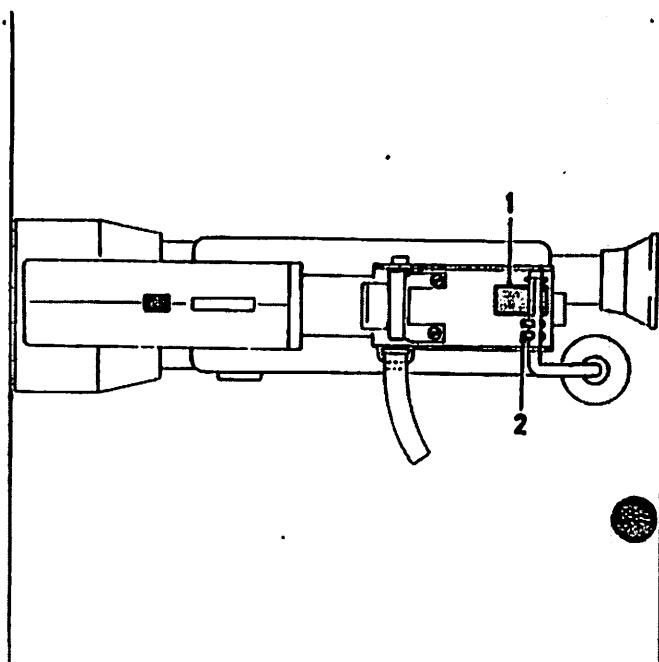

Abb.8
- Die Schulterstütze kann nach Entfernen der beiden Spannhülsen (2) aus dem Hauptgehäuse gezogen werden. Auf die mit zwei Druckfedern vorgespannte Rastfeder (1) ist zu achten (Abb. 8)